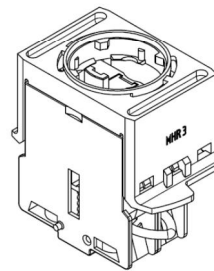
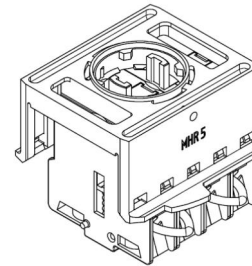

Abbildung 1 Montage MTZU auf Modulhalter MHR_3
Abbildung 3: Montage MTZU + MTZU_564 auf Modulhalter MHR_5
6. Modulare Kontaktgeber müssen zunächst in der richtigen Ausrichtung in einen Modulhalter gerastet werden, bevor sie auf den Betätiger aufgerastet werden können. (vgl. Abbildung 1- Abbildung 3)
- Modulhalter MHR_3 darf bei Zweikanalausführung nicht verwendet werden, siehe Abbildung 1- Abbildung 3